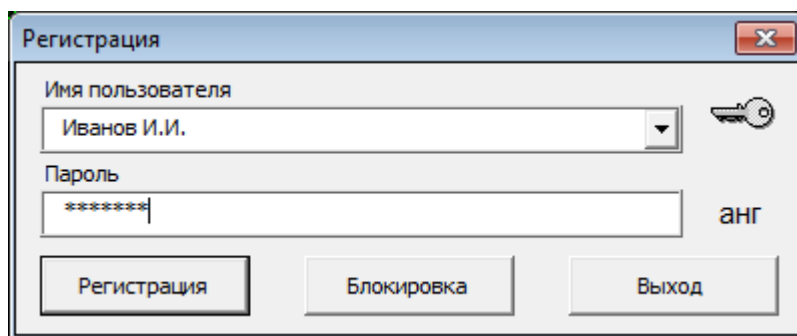

Рисунок 2.1.1. Окно «Регистрация»
2.1.2 В окне «Регистрация» (см. рисунок Рисунок 2.1.1) щёлкнуть по значку , выбрать имя пользователя, присвоенный администратором. В поле «Пароль» ввести пароль, присвоенный администратором. Затем нажать кнопку «Регистрация».